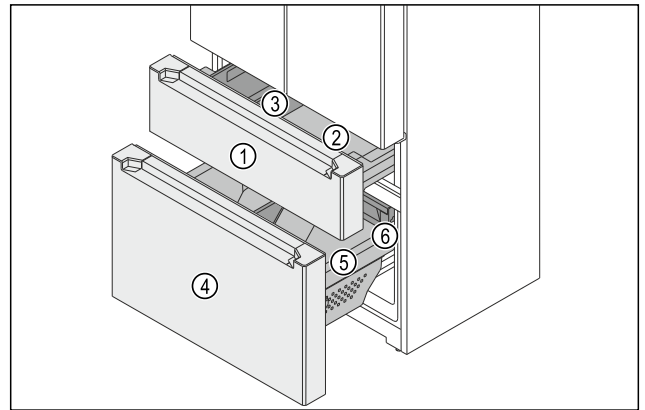

Fig. 140 Uittrekwagen vriesgedeelte
- (1) Bovenste uittrekwagen
- (2) Bak
- (3) FlexBox
- (4) Onderste uittrekwagen
- (5) Bak
- (6) Schuiflade
Het vriesgedeelte bestaat uit twee uittrek wagens. De bovenste uittrek wagen Fig. 140 (1) bevat een bak Fig. 140 (2) en een FlexBox Fig. 140 (3). De onderste uittrek wagen Fig. 140 (4) bevat een grote bak Fig. 140 (5) en een schuifvak Fig. 140 (6). U kunt de bakken in de bovenste en onderste uittrek wagens verwijderen om ze te reinigen.